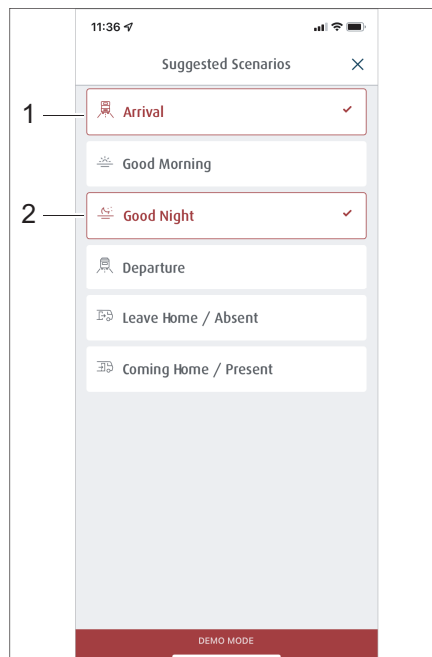
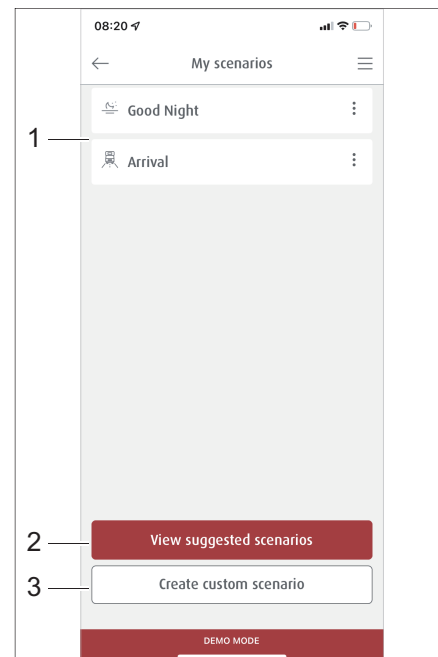

Fig. 297 Sélection de scénarios prédéfinis
Fig. 298 Gestion des scénarios
La rubrique *Scénarios* contient une liste de tous les scénarios enregistrés (Fig. 298,1). Des scénarios prédéfinis (Fig. 298,2) peuvent être consultés ou bien de nouveaux scénarios peuvent être créés (Fig. 298,3).
- Dans le menu *Scénarios*, appuyer sur la touche *Consulter les scénarios préétablis* (Fig. 298,2). Une liste des scénarios préétablis s'affiche.
- Appuyer sur la touche des scénarios souhaités, par ex. *Arrivée* (Fig. 297,1) et *Bonne nuit* (Fig. 297,2). Les touches des scénarios sélectionnés sont toujours entourés d'une bordure rouge et sont repris dans la liste du menu *Mes scénarios* (Fig. 298,1).